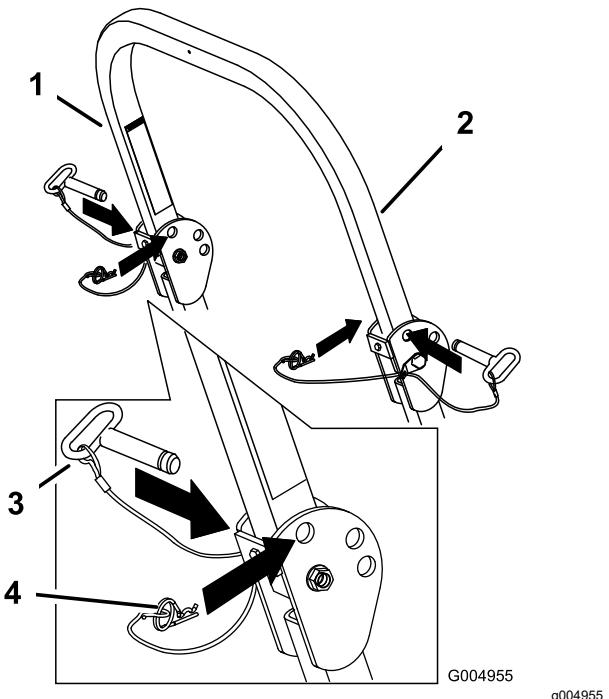

Figura 7
1. Retire las chavetas y retire los dos pasadores (Figura 7).
3. Instale los dos pasadores y sujetelos con las chavetas (Figura 7).
2. Eleve la barra anti-vuelco a la posición vertical, instale los dos pasadores y sujetelos con las chavetas (Figura 7).